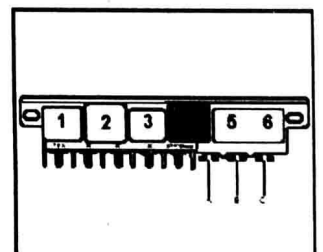

图1-1-27 示意图
(1) 拆下司机一侧杂物箱,接上VAS5051或V.A.G1551,输入地址码01,选择发动机电控单元。然后打开点火开关,进行执行元件诊断,启动活性炭罐电磁阀1(N80)。
(2) 如图1-1-27所示,燃油泵继电器(位于左侧脚坑中央电器盒4号位置)应吸合,燃油泵应运转。
(3) 如果继电器未吸合:检查燃油泵继电器供电电压,检查燃油泵继电器功能。
(4) 如果继电器吸合,但燃油泵不转:检查燃油泵继电器及部件(通过燃油泵继电器)。